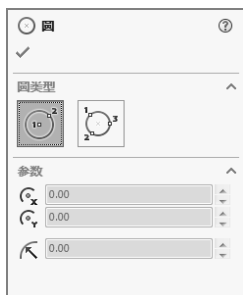
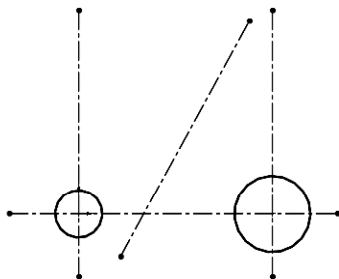

图 2-94 “圆”属性管理器
图 2-95 绘制圆
③ 单击“草图”面板中的“圆”按钮，弹出如图 2-94 所示的“圆”属性管理器。分别捕捉两竖直直线和水平直线的交点为圆心（此时鼠标变成形状），单击“确定”按钮，绘制圆，如图 2-95 所示。
① 单击“草图”面板“显示/删除几何关系”下拉列表中的“添加几何关系”按钮, 弹出“添加几何关系”属性管理器, 如图 2-100 所示。选择图 2-95 中的两个圆, 在“添加几何关系”属性管理器中单击“相等”按钮, 使两圆相等, 如图 2-101 所示。